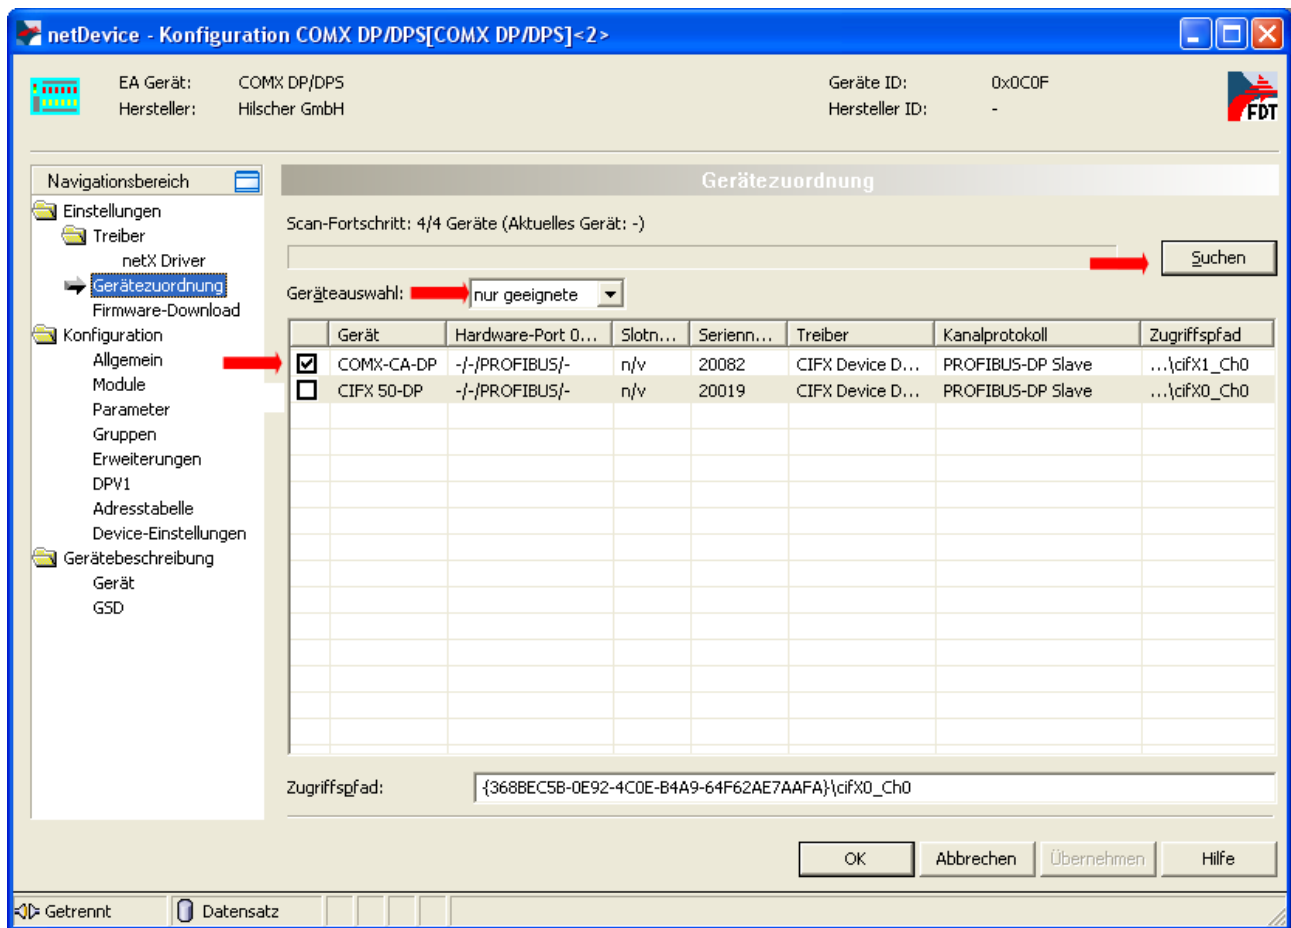

Abbildung 47: Starten des Suchvorgangs und Auswahl des Geräts
- Zum Starten des Suchvorgangs klicken Sie auf die Schaltfläche *„Suchen“*, um nach geeigneten Geräten zu suchen (siehe *Abbildung 47: Starten des Suchvorgangs und Auswahl des Geräts* auf Seite 157, am roten Pfeil rechts oben).
- Zur Geräteauswahl haken Sie nun auf die Checkbox des comX-Kommunikationsmoduls, dessen Firmware aktualisiert werden soll, an (siehe ebenfalls *Abbildung 47: Starten des Suchvorgangs und Auswahl des Geräts* auf Seite 157, am roten Pfeil links in der Mitte).